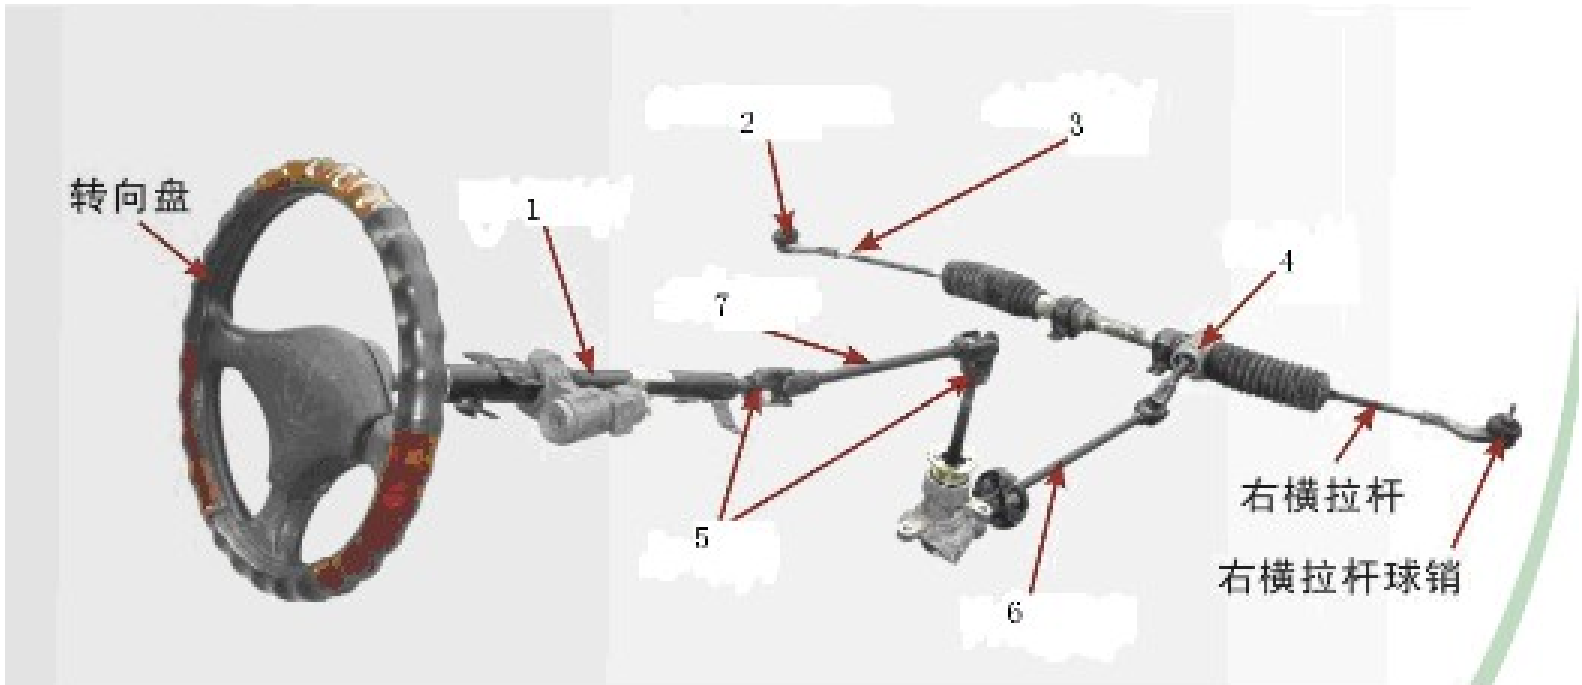

图3-2 转向汽车操纵与传动机构
2. 如图 3-2 汽车转向操纵机构主要由_____、_____以及_____等机件组成；并写出标号对应的零件名称：1) _____